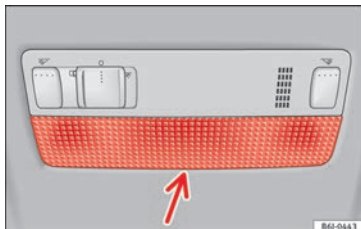

Bild 117 Främre läslampa.
- För in en liten skruvmejsel mellan huset och glaset » **bild 117**.